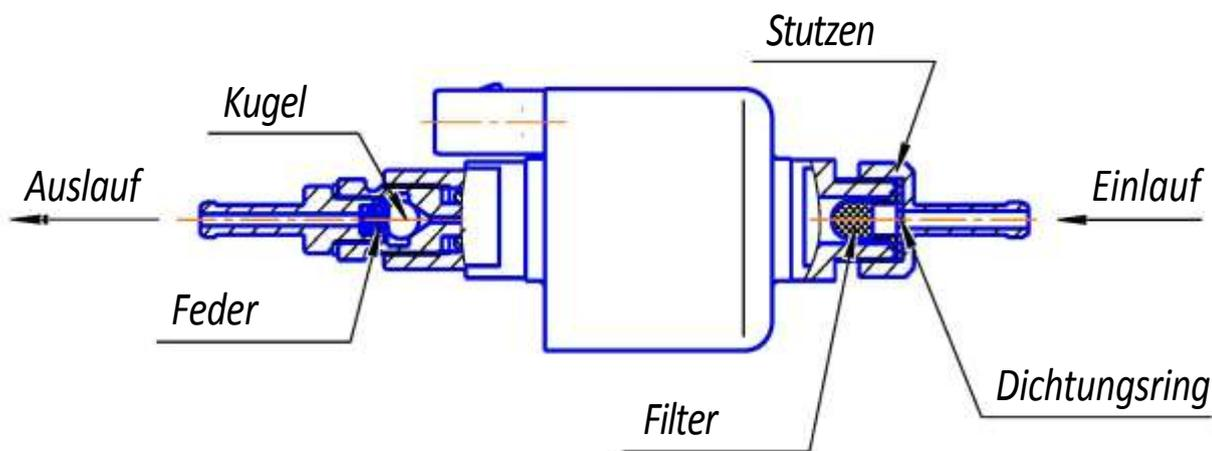

Abb. 12 – Kraftstoffpumpe
5.9.1 Die Kraftstoffpumpe (Abb. 12) dient zur Dosierung der Kraftstoffzufuhr in die Brennkammer. Über die gesamte Fertigungszeit der Heizgeräte wurden sie mit 4 Typen Kraftstoffpumpen ausgestattet: TH10; TH7; TH8; «Thomas Magnete».
- überzeugen Sie sich, dass der Filter der Kraftstoffpumpe sauber ist. Hierzu ist die Pumpe teilweise zu zerlegen, der Stutzen des Kraftstoffrohrs herauszuschrauben (Abb. 12) und der Filter zu betrachten. Ist der Filter verschmutzt, wird er mit Waschbenzin gereinigt und mit Luft ausgeblasen;
- überprüfen Sie die Dichtheit der Verbindung zwischen Kraftstoffpumpenmantel und Einlaufstutzen des Kraftstoffrohrs (siehe Abb. 12). Prüfen Sie mit Druckluft max.  $1 \text{ kg/cm}^2$ . Legen Sie den Druck am Einlauf an und schließen Sie dann den Stutzen des Kraftstoffrohrs am Auslauf. Ist die Leitung undicht, muss die Dichtungsscheibe im Stutzen ausgewechselt werden (siehe Abb. 12).